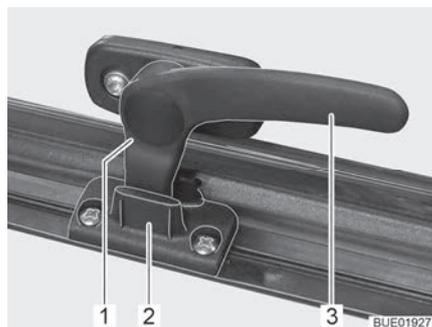

Fig. 14 Palanca de bloqueo en la posición de "ventilación continua"
- En la posición "ventilación continua" (Fig. 14)
- Girar la palanca de bloqueo (Fig. 14,3) un cuarto de vuelta hacia la mitad de la ventana.
- Girar la palanca de bloqueo un cuarto de vuelta hacia el marco de la ventana. El saliente de bloqueo (Fig. 14,1) se ha de introducir para ello en el rebaje del bloqueo de la ventana (Fig. 14,2).